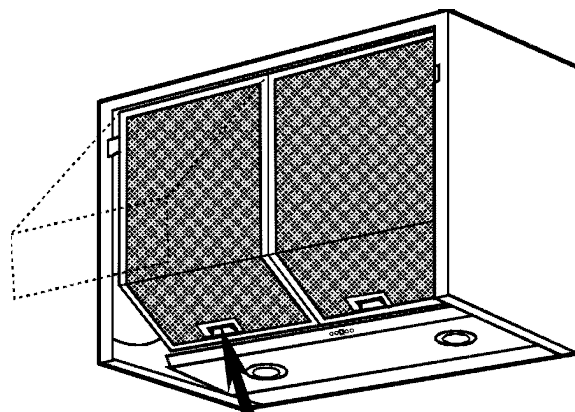

fig.1
2. Ouvrez le auvent en le tirant vers vous. A l'aide des poignées, poussez vers le haut les filtres à graisse métalliques et retirez-les (fig.1).
2. Retrait des filtres à graisse : ouvrez le auvent en le tirant vers vous à l'aide des poignées, poussez vers le haut les filtres à graisse métalliques et retirez-les (Fig. 1).